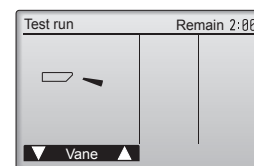

Fig. 7-4
- 2 Trykk på [SELECT] for å vise betjeningsskjermen for spjeldene, og trykk deretter på knappene [F1] og [F2] for å kontrollere auto-spjeldene. (Fig. 7-4)